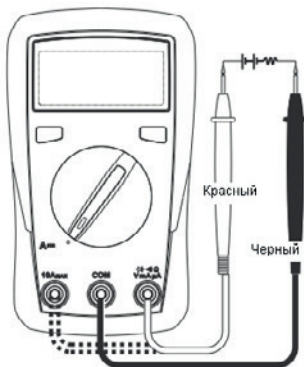

Рис. 3
С. Измерение постоянного тока (См. рис. 3)
D. Измерение переменного тока (См. рис. 3)